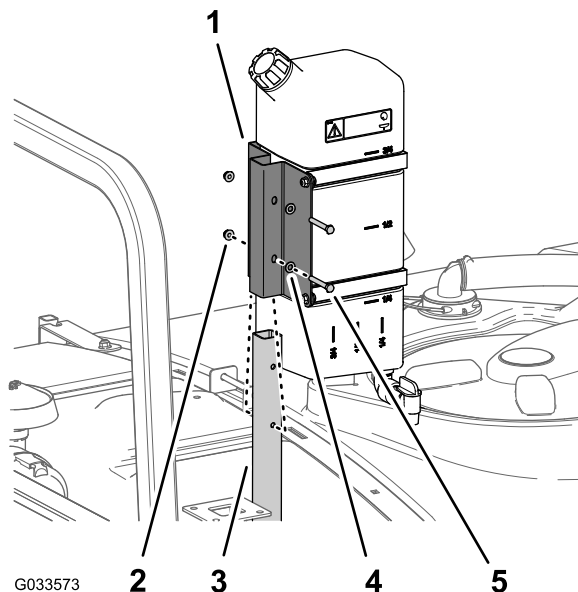

Figura 47
1. Montate il serbatoio dell'acqua dolce e il supporto sul tubo di supporto con i 2 bulloni (5/16" x 2 1/4") e i 2 dadi di bloccaggio flangiati (5/16") come illustrato nella Figura 47.